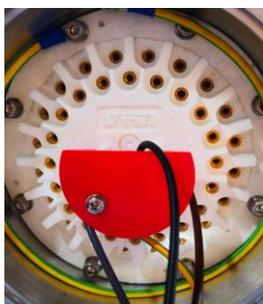

图 2
- 松开接线盒盖的四个内六角螺钉，取下接线盒盖，然后使用十字螺丝刀将随机配带的两个 $\Phi 5\text{mm}$ 圆形端头拆下，如图 2-a。
- 完成电缆线剥线及防水接头连接（此处电缆线屏蔽层应卷起来并预留 4cm，用随机配送的 $\Phi 4\text{mm}$ 玻璃纤维套管套住并预留 1cm）。将两根电缆线的屏蔽层缠绕在一起并与 $\Phi 5\text{mm}$ 圆形端头压接，接着把电机电缆线中双色接地线剥开后与圆形端头压接（压接牢靠，不易脱落），压接完成将两个圆形端头连接在接线盒内部接地地上，如图 2-b 所示。
- 将对应的分体连接线插头对准插座位置，如图 2 所示。
- 接完电源线后，将电源防护罩装回至接线盘上，如图2所示。